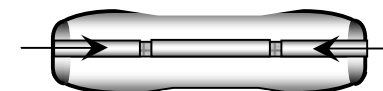

Рис.5
- Совместить крышку корпуса рециркулятора с основанием и зафиксировать соединение при помощи соединительных планок (рис.5).